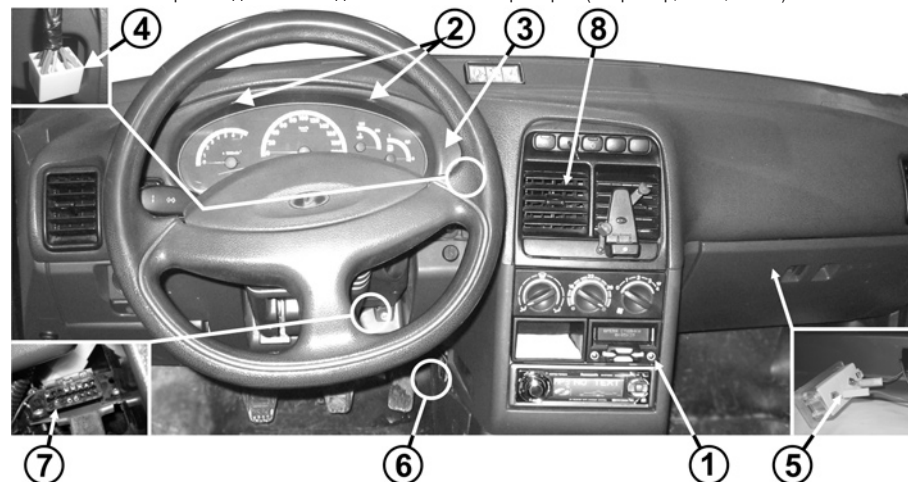

Рис. 3 Панель приборов "ЛЮКС"
5.2.1 Установка БК производится в гнездо консоли панели приборов (например, поз.1, Рис.3).
5.2.2 Отверните два самонарезающих винта (поз. 2, Рис.3), крепящих щиток панели приборов (поз.3, Рис.3).
5.2.3 Извлеките выключатель аварийной сигнализации из щитка панели приборов и отсоедините его колодку (см. поз.4, Рис.3).
5.2.8 К колодке лампы освещения "бардачка" подходит **синий** провод (заводской). Подключите соответствующую колодку на **синем** проводе из жгута "люкс" вместо этой колодки (см. поз.5, Рис.3). Затем освободившуюся колодку лампы освещения "бардачка" (заводскую) соедините с колодкой на **синем** проводе из жгута "люкс".
5.2.9 Найдите слева от консоли внизу (см. поз. 6, Рис.3) чёрную 2-х контактную колодку жгута датчика уровня топлива к жгуту системы зажигания. К ней подходят два заводских провода: **розово-красный** и серый.
5.2.11 Протяните **серый** провод К-линии из жгута "люкс" до диагностической колодки (поз. 7, Рис.3), (находится под рулевой колонкой с правой стороны) и подключите его к диагностической колодке согласно схеме подключения (см. Рис.5).
5.2.13 Закрепите динамик* в удобном для Вас месте, например, на центральной решётке системы вентиляции (поз. 8, Рис.3), затем подключите динамик к соответствующим контактам БК.